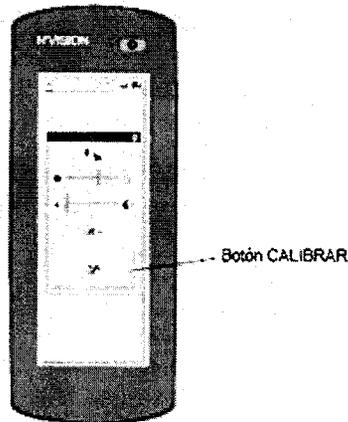

Figura 62. Calibración de la pantalla.
- Mantenga pulsada la tecla PROGRAMACIÓN (P) mientras esté encendiéndose el programador.
- Seleccione en la barra deslizable el botón CONFIGURACIÓN () y, a continuación, seleccione el botón CALIBRAR (Figura 62).